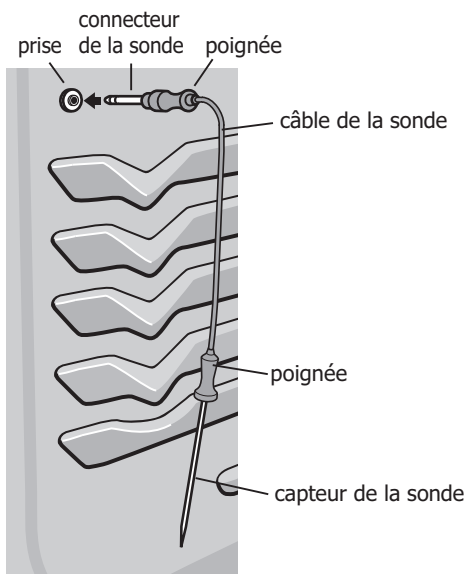

Figure 12 : Utilisation de la sonde
N'utilisez pas d'ustensiles de cuisine pour tirer sur le câble ou les poignées de la sonde. En tout temps, insérez et retirez la sonde à l'aide de ses poignées (Figure 12) et utilisez toujours des maniques pour vous protéger les mains contre les brûlures.
Manipuler la sonde de viande soigneusement lors de l'insertion et le retrait de la nourriture ou de la sonde réceptacle. Ne pas utiliser des ustensiles de cuisine, tels que des pinces, pour tirer sur le câble de la sonde de la viande lors de l'insertion ou la suppression de la nourriture ou du récipient. Utilisez la poignée fournie, comme le montre la figure 12. Pour éviter possibilité de brûlures après la cuisson, débranchez soigneusement la sonde à viande en utilisant un support de pot pour protéger les mains.
2. Branchez le connecteur de la sonde dans la prise située à l'intérieur du four (assurez-vous que le four est froid). La prise de la sonde est située dans le coin supérieur gauche de la paroi interne de la cavité du four (Figure 12).